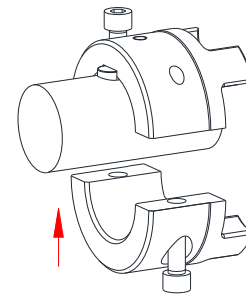

Bild 16: Montering av SPLIT-navet på axeln
- Positionera den undre halvsålen för det första SPLIT-navet mot den övre halvsålen under axeln (se bild 16). Vrid in cylinderskruvarna några gängvarv.